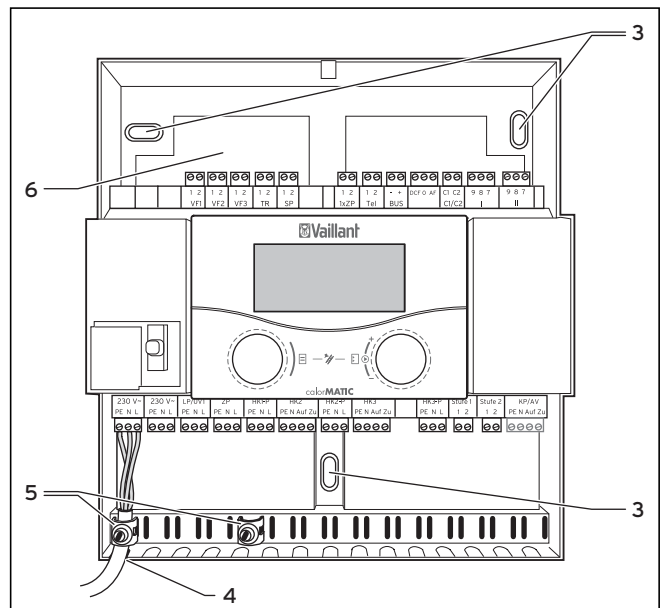

Fig. 4.3 Montage mural
- Passez le câble de raccord à travers le passe-câbles (3).
- Raccordez le câble de raccord (→ fig. 4.3).
- Placez l'appareil de régulation sur le socle mural de manière à ce que les ergots situés sur l'arrière de la partie supérieure s'insèrent dans les logements (2).
- Enfoncez le régulateur (1) sur le socle mural jusqu'à ce qu'il s'encliquette.